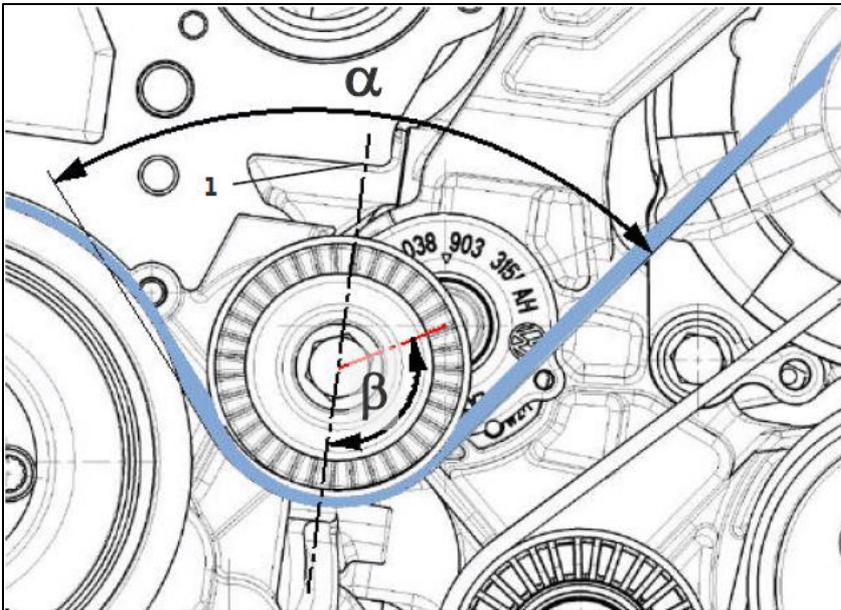

Fig. 9 : guidage de courroie autour du tendeur de courroie
Un guidage de courroie différent de celui de série, via le galet-inverseur du tendeur de courroie, peut nuire considérablement au fonctionnement du tendeur de galet. La bissectrice (1) entre le brin montant et le brin descendant doit, dans la zone de travail, former un angle presque droit ( $\beta \approx 90^\circ$ ) avec le bras de levier du tendeur de galet. (fig. 9)